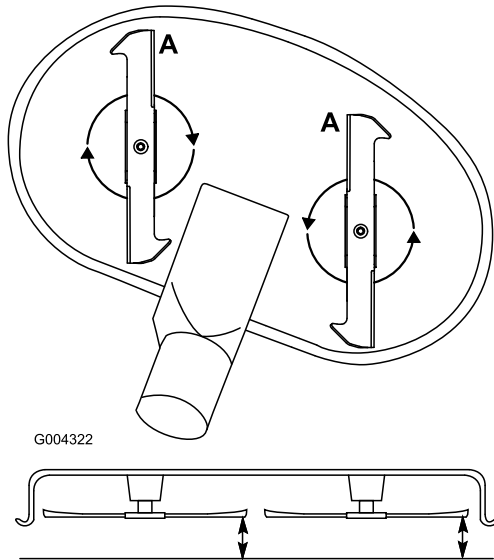

Figura 47
1. Gire las cuchillas hasta que los extremos estén orientados hacia adelante y hacia atrás (Figura 47). Mida desde una superficie nivelada hasta el filo de corte, posición **A**, de las cuchillas (Figura 47). Anote esta dimensión.